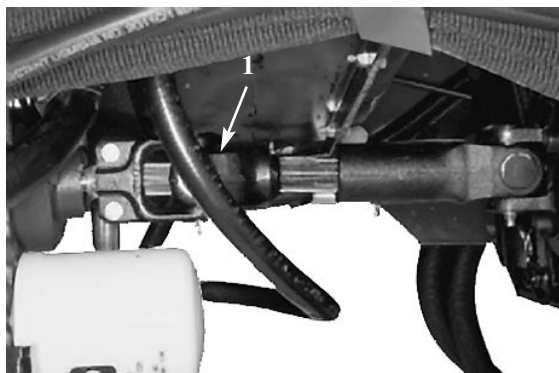

Fig. 18
1. Allentare le viti mordenti che fissano l'albero di comando al motore, e toglierle. Allentare le viti mordenti che fissano l'albero di comando alla trasmissione (Fig. 18), e togliere l'albero di comando.
5. Al termine dell'operazione, rimontare l'albero di comando come riportato nella Fig. 18. (Le scanalature consentono il montaggio solo quando le due metà dell'albero sono correttamente orientate.)